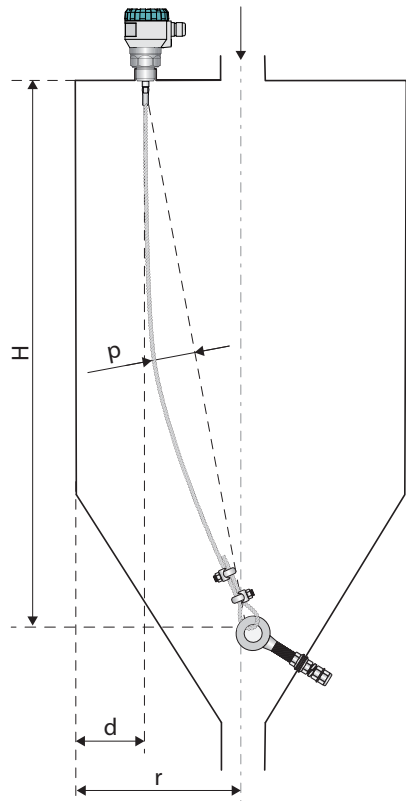

Abb. 20: Empfohlene Installation des Füllstandmessers mit Verankerung auf der gegenüberliegenden Siloseite
- Bei Anwendungen mit Schüttgut sind die Seilelektroden auf der gegenüberliegenden Seite des Behälters (Silos) zu verankern, um das Seil mit Durchbiegung anzubringen, siehe Abb. 20. Empfohlene Mindestdurchbiegung $p = H/100$ [mm]. Diese Installation erhöht die Zugbelastbarkeit des Seils.
auf der gegenüberliegenden Siloseite (Abb. 20)	beliebig
Starkstromkabels oder seiner Länge über 30 m ist die Erdung des Füllstandsmessers (siehe oben) und der Einsatz eines geschirmten Kabels empfohlen. Die Kabelabschirmung ist an der Seite der Stromversorgungsquelle zu erden oder an die innere Anschlussklemme mit Bezeichnung  anzuschließen, siehe Abb. 20 und 22 (die Kabelabschirmung stets an einer Stelle anschließen).